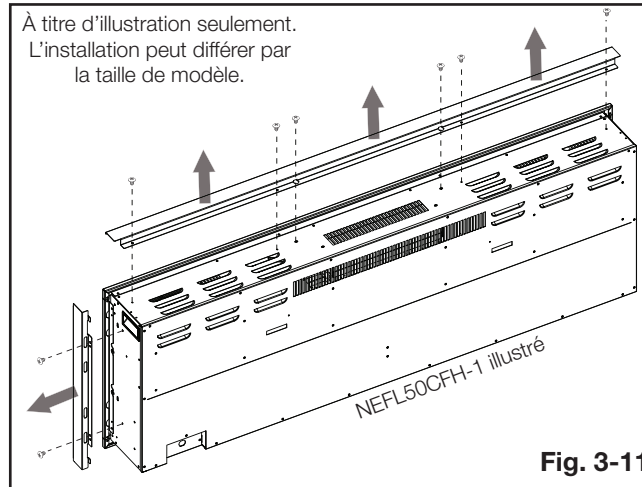

Fig. 3-11
- A. Retirez les garnitures latérales et supérieures (**Fig. 3-11**).